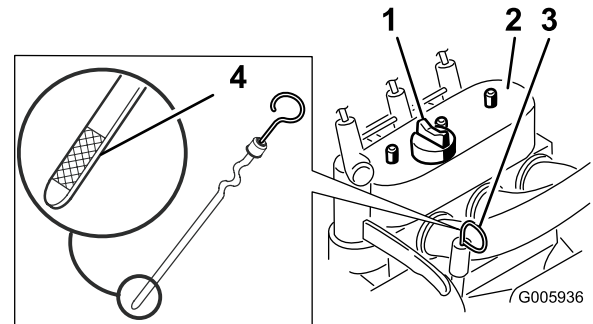

Figure 28
- Nettoyez la surface autour de la jauge (Figure 28).
- Sortez la jauge d'huile et essuyez soigneusement l'extrémité métallique (Figure 28).
- Enfoncez la jauge complètement dans le tube (Figure 28).
- Si le niveau d'huile est trop bas, nettoyez la surface autour du bouchon de remplissage et enlevez le bouchon (Figure 28).
11. Enlevez le bouchon de remplissage (Figure 28) et versez lentement environ 80 % de la quantité d'huile spécifiée dans le couvre-culasse.